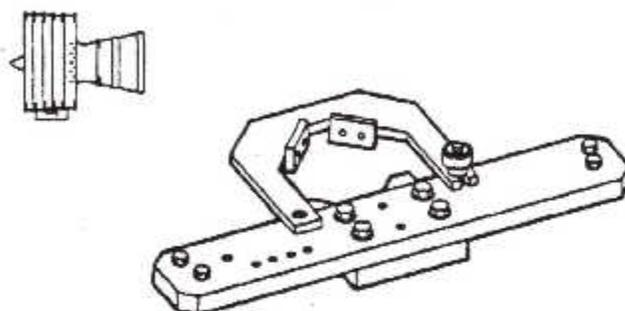
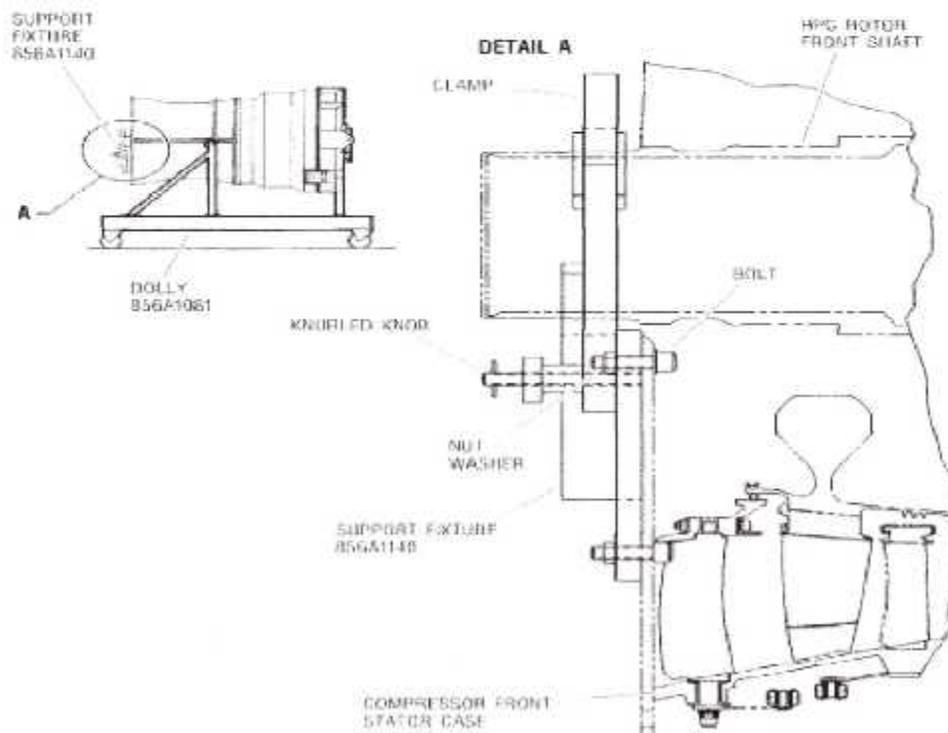

Fig. III. 65: Le Dispositif, 856A1140G06.
Fig. III. 66. Enlèvement du Dispositif, 856A1140G06 de la Partie Avant du l'Arbre du Rotor de la HPC.
1. On dépose le **Dispositif, 856A1140G06** (fig. III. 65) de la partie avant de l'arbre du rotor de la HPC (fig. III. 66) comme suit :